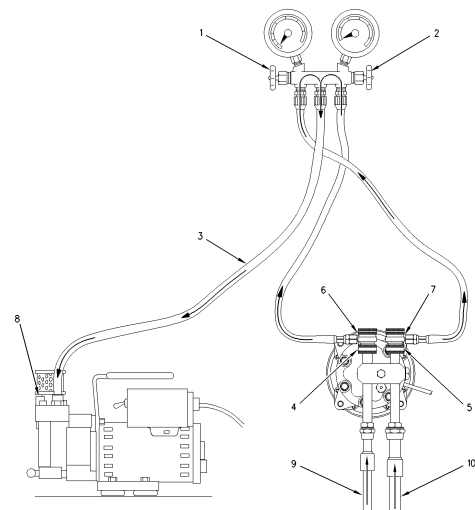

Рисунок 1
1. После удаления хладагента из системы убедитесь в том, что клапан низкого давления (1) и клапан высокого давления (2) закрыты. Отсоедините заправочный шланг (3) измерительно-распределительного коллектора от агрегата для обслуживания холодильной установки.
4. Подсоедините заправочный шланг (3) к впускному фитингу вакуумного насоса. См. рис. 1.
5. Полностью откройте клапан низкого давления (1) и клапан высокого давления (2) на измерительно-распределительном коллекторе. Клапаны открываются против часовой стрелки.
7. Чтобы открыть вентиляруемый выпускной клапан (8), поверните его против часовой стрелки.
**Примечание:** Вентилируемый выпускной клапан (8) должен оставаться в закрытом положении до запуска вакуумного насоса.
8. Задействуйте вакуумный насос до тех пор, пока манометр низкого давления не будет показывать величину в диапазоне 95 kPa (28 in hg) – 98 kPa (29 in hg) . После того, как вакуум в системе достигнет значения в диапазоне 95 kPa (28 in hg) - 98 kPa (29 in hg) , закройте вентилируемый выпускной клапан (8) . Дайте вакуумному насосу поработать в течение не менее 90 минут после закрытия вентилируемого выпускного клапана. Используйте насос 113 L/min (4 cfm) . Обязательно оставьте допуски для насосов менее, чем 113 L/min (4 cfm) куб. футов/мин.
10. После того как достигнут и сохраняется вакуум в пределах 95 kPa (28 in hg) - 98 kPa (29 in hg) еще в течение 90 минут, закройте клапан (1) и клапан (2) полностью. Установите переключатель питания вакуумного насоса в положение ВЫКЛ . Максимальная величина потери вакуума в течение пяти минут не должна превышать 7 kPa (2 in hg) . Более значительное уменьшение степени вакуумирования указывает на возможное наличие утечек в системе. См. раздел Проверка и регулировка, "Утечка хладагента — проверка" . Выполните все указанные операции. Устраните все утечки и повторите операцию 1 процедуры вакуумирования.